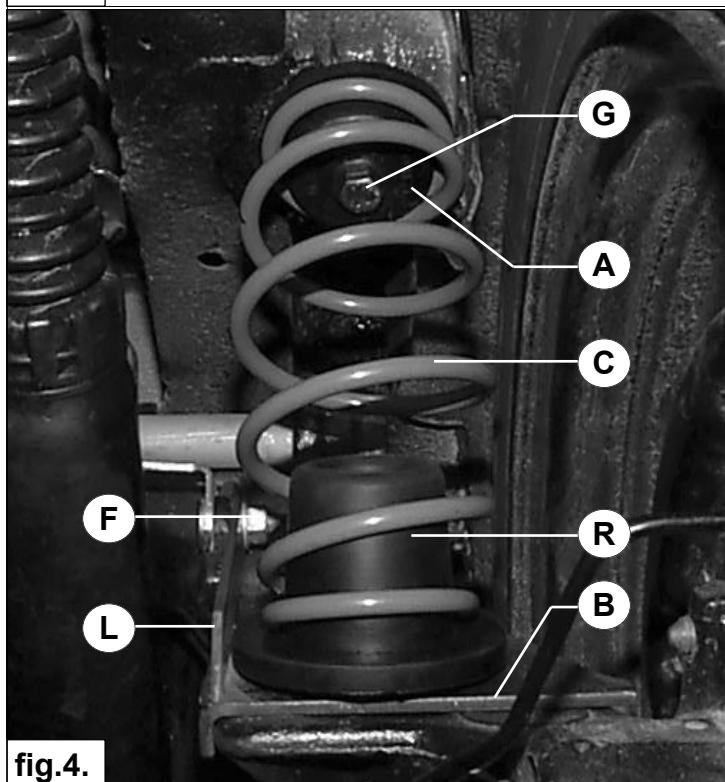

fig.4.
7. Posez la coupelle de ressort **B** sur le bras de roue. Fixez la bande **L** avec l'écrou **F**.Voir fig.4.